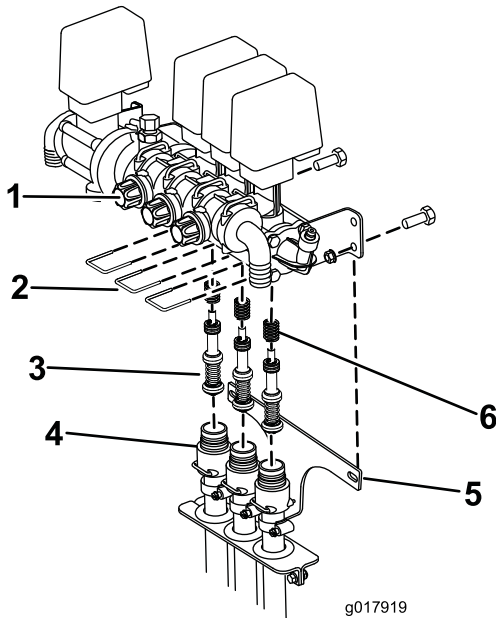

図 57
- B. 弁座をバルブ・アセンブリに固定しているフォーク（3本）を外す（図 57）。
- C. ホースブラケットをスプレーヤのフレームに固定しているねじ（2本）を外す（図 57）。バルブ・アセンブリからホースを降ろす。
ン・アセンブリを取り外す。バルブにはスプリングが入っているので注意すること（図 57）。